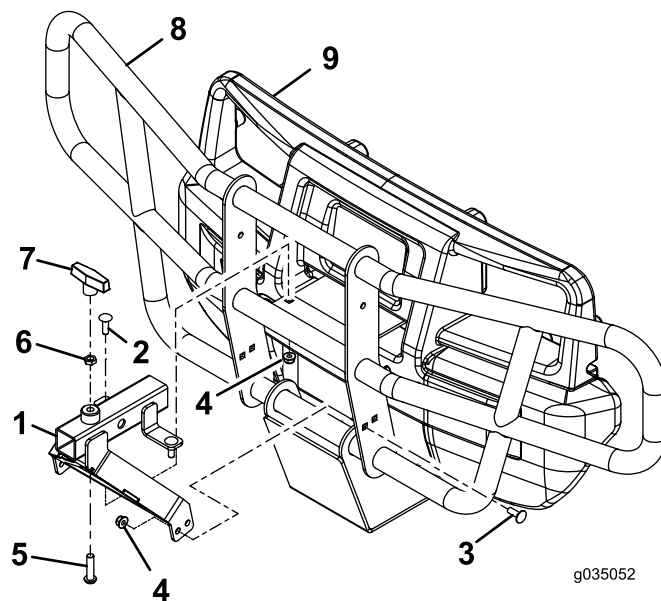

Рисунок 1
2. Снимите и удалите в отходы два имеющихся каретных болта и две контргайки из защитного ограждения щетки, как показано на Рисунок 1.
3. Установите, не затягивая, переднее устройство быстрой смены навесного оборудования с помощью двух каретных болтов (5/16 x 1 дюйм) и двух фланцевых гаек (5/16 дюйма), как показано на Рисунок 1.
4. Установите, не затягивая, переднее устройство быстрой смены навесного оборудования с помощью 4 каретных болтов (5/16 x 7/8 дюйма) и 4 фланцевых гаек (5/16 дюйма), как показано на Рисунок 1.
5. Установите болт со сферической шестигранной головкой, зажимную гайку и Т-образную рукоятку (Рисунок 1).